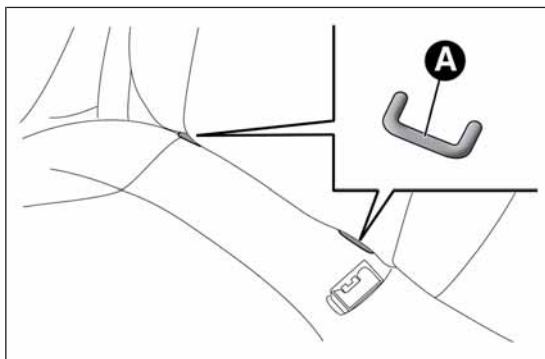

fig. 102
- aggancia il seggiolino agli appositi anelli inferiori metallici A fig. 102, posizionati tra lo schienale e il cuscino del sedile posteriore;